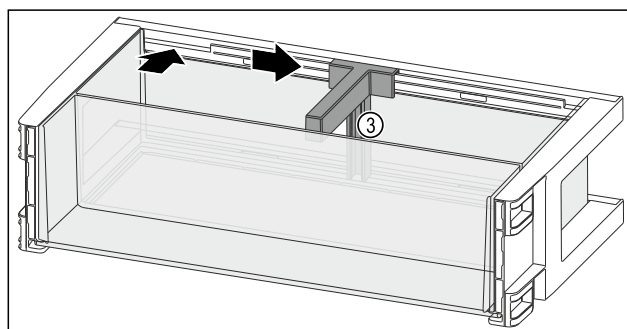

Fig. 113
- Поставете преградата за бутилки Fig. 113 (3) в прореза.
- Плъзнете преградата за бутилки Fig. 113 (3) настрани до желаната позиция.